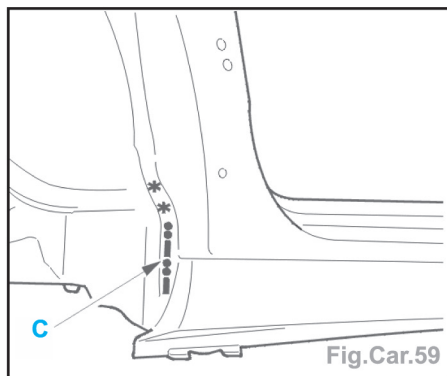

Fig.Car.59
- Découper par fraisage des points (Fig.Car.59).